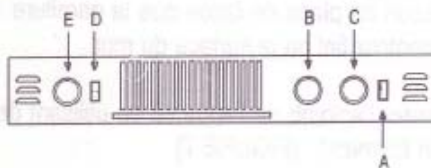

FIGURE 9
2. Pour localiser les commandes, voir la FIGURE 9.